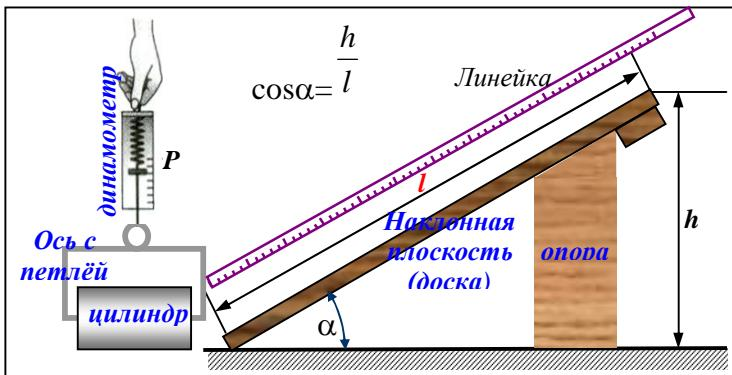

Рис. 57.4. Оборудование: круглый цилиндр на оси с петлей; доска и опора под неё; динамометр; сантиметровая линейка по длине доски.
Нам понадобится **оборудование**: круглый металлический цилиндр на оси с петлёй; доска (или полоска фанеры) по ширине цилиндра и опора под неё; динамометр; сантиметровая линейка (по длине доски), *рис. 57.4.*
- Поднимем цилиндр с помощью динамометра на высоту h (м), рис.57.4.